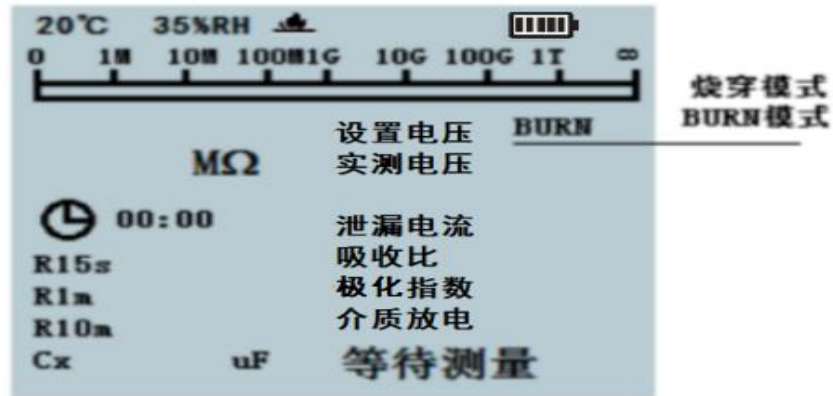

图 4.6 BURN 模式
6. 对于被试品出现短路故障或绝缘电阻值很低时,可选择“BURN”模式进行测试。使用“BURN”模式时,仪器会持续输出 3kV 左右的电压,持续时间为 2 分钟。在特定情况下,可对低阻值被试品进行尝试性烧穿。并且,此模式不会因为被试品出现短路故障或绝缘电阻值很低时而不能进行测试或不烧穿。【如图 4.6 所示】